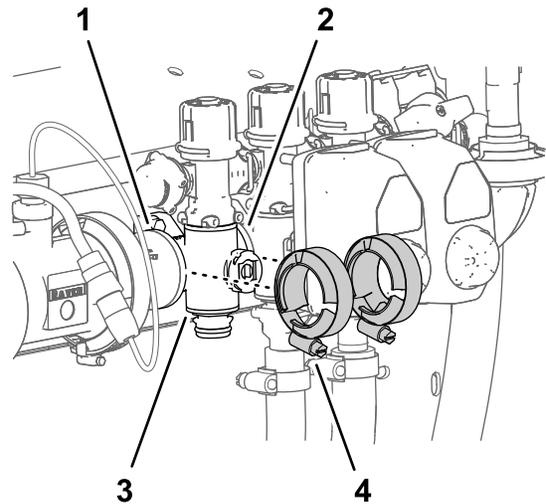

Bild 111
3. Entfernen Sie die zwei Flanschklappen, mit denen das Abschnittverteilerventil an den Flanschen der danebenliegenden Komponenten befestigt ist (**Bild 111**).